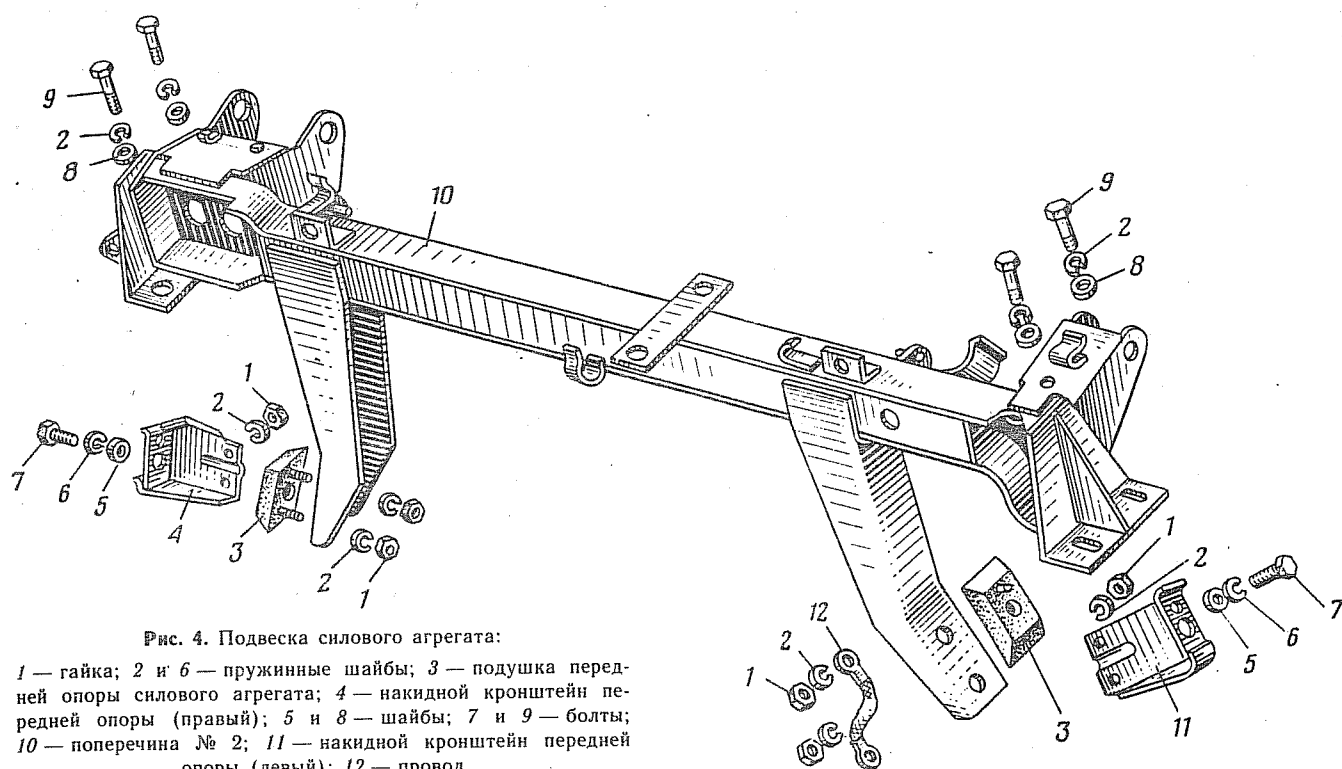

Рис. 4. Подвеска силового агрегата:
1.34. Вывернуть болты 9 (рис. 4) крепления поперечины 10 к раме автомобиля (ключ 12).
2.6. Навернуть на шпильки и затянуть гайки 1 (рис. 4) крепления картера сцепления силового агрегата к накидным кронштейнам 4 и 11 (правому и левому) передних опор, предварительно установив на шпильки пружинные шайбы и наконечник провода 12 «масса» (ключ 14, головка 14, рукоятка динамометрическая).